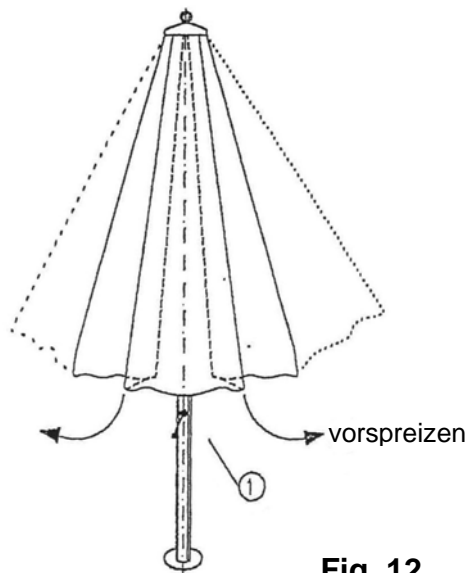

Fig. 12
- Schirm vorspreizen indem Dachstreben und Stoff nach aussen gelockert werden (Fig. 12).
- Handkurbel (1) im Uhrzeigersinn drehen bis Schirm aufgespannt ist.